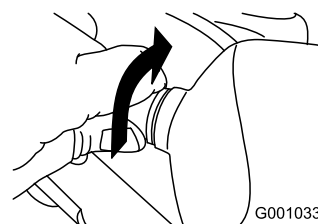

Figura 58
2. Girate in senso antiorario la base della lampadina, finché non si ferma (Figura 58).